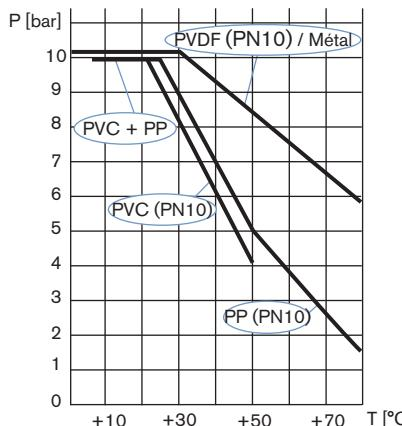
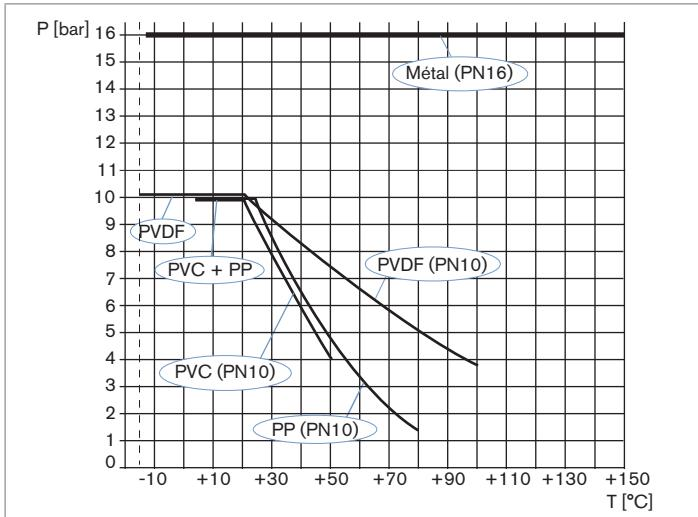

Fig. 5 : Dépendance température - pression du fluide du 8041 avec armature du capteur en PVDF dans un raccord S020 en métal, PVDF, PVC ou PP
Fig. 6 : Dépendance température - pression du fluide du 8041 avec armature du capteur en acier inoxydable dans un raccord S020 en métal, PVDF, PVC ou PP
Température du fluide	<p>La température du fluide peut être restreinte par la pression du fluide et par le matériau du raccord S020 utilisé (voir Fig. 5 et Fig. 6).</p> <ul style="list-style-type: none"> ▪ -15...+150 °C ▪ 0...+80 °C
Pression du fluide	<p>La pression du fluide peut être restreinte par la température du fluide et le matériau du raccord S020 utilisé (voir Fig. 5 et Fig. 6).</p> <ul style="list-style-type: none"> ▪ PN10 avec raccord en plastique, PN16 avec raccord en métal ▪ PN10
- Tenir compte de la dépendance température-pression du fluide selon la nature du matériau du raccord utilisé (voir Fig. 5 et Fig. 6).